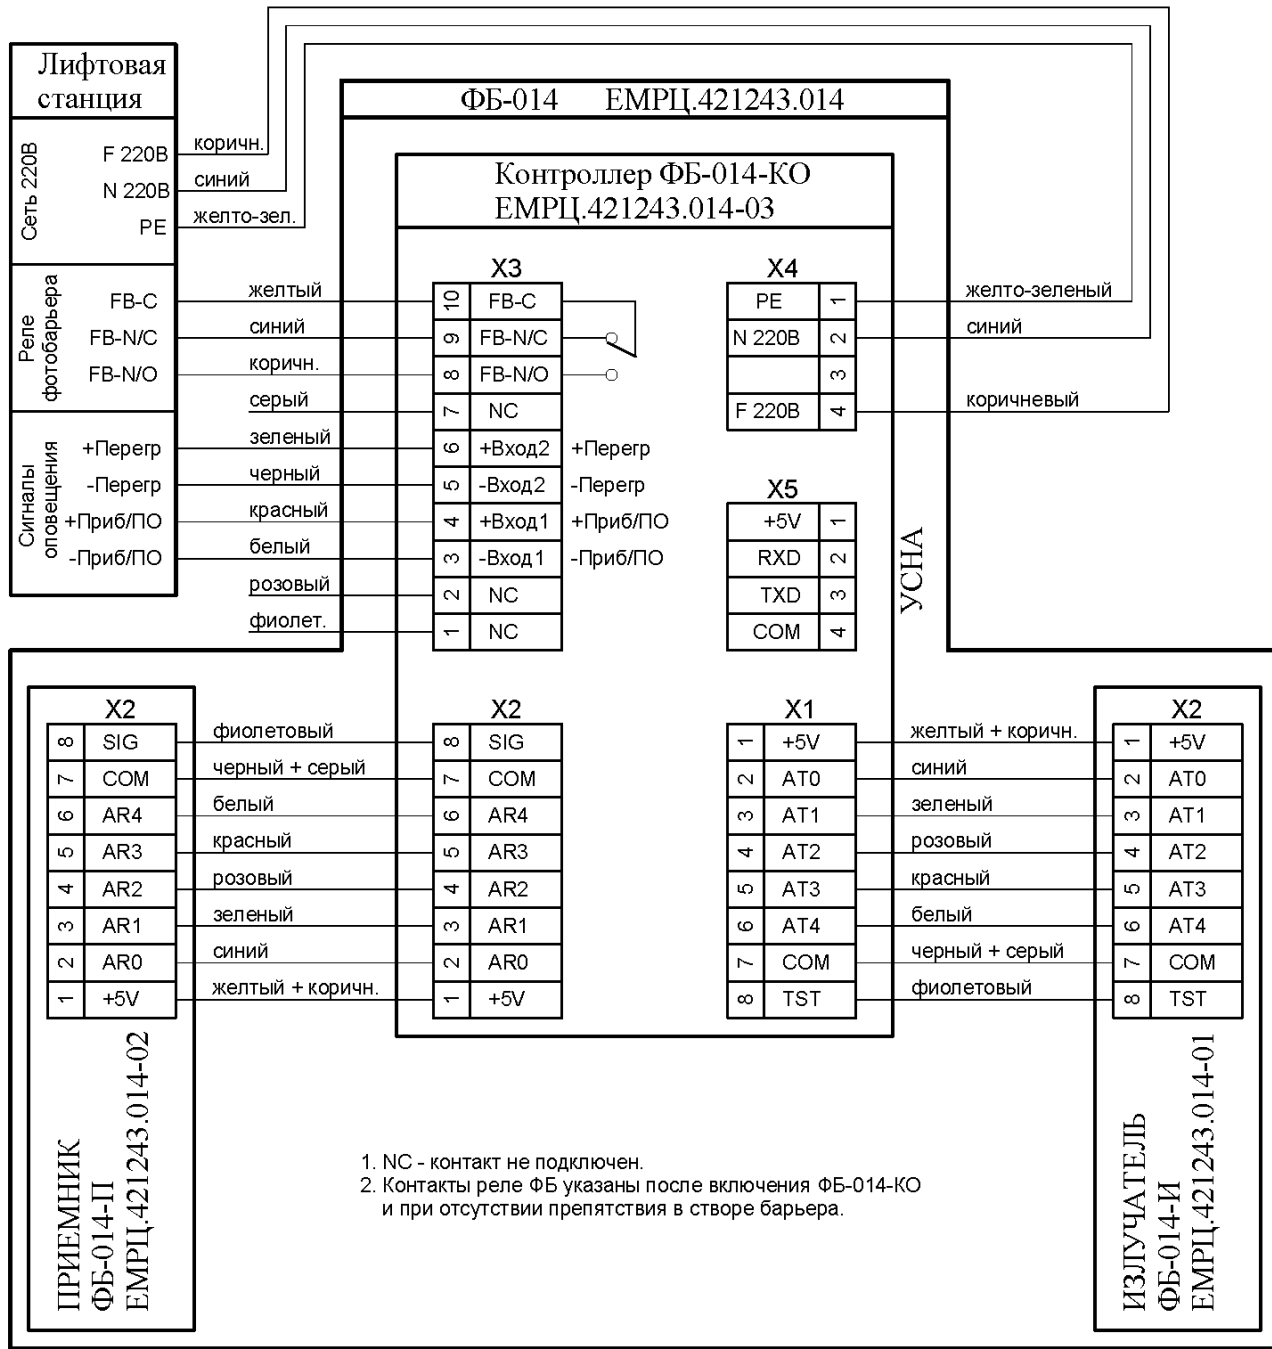
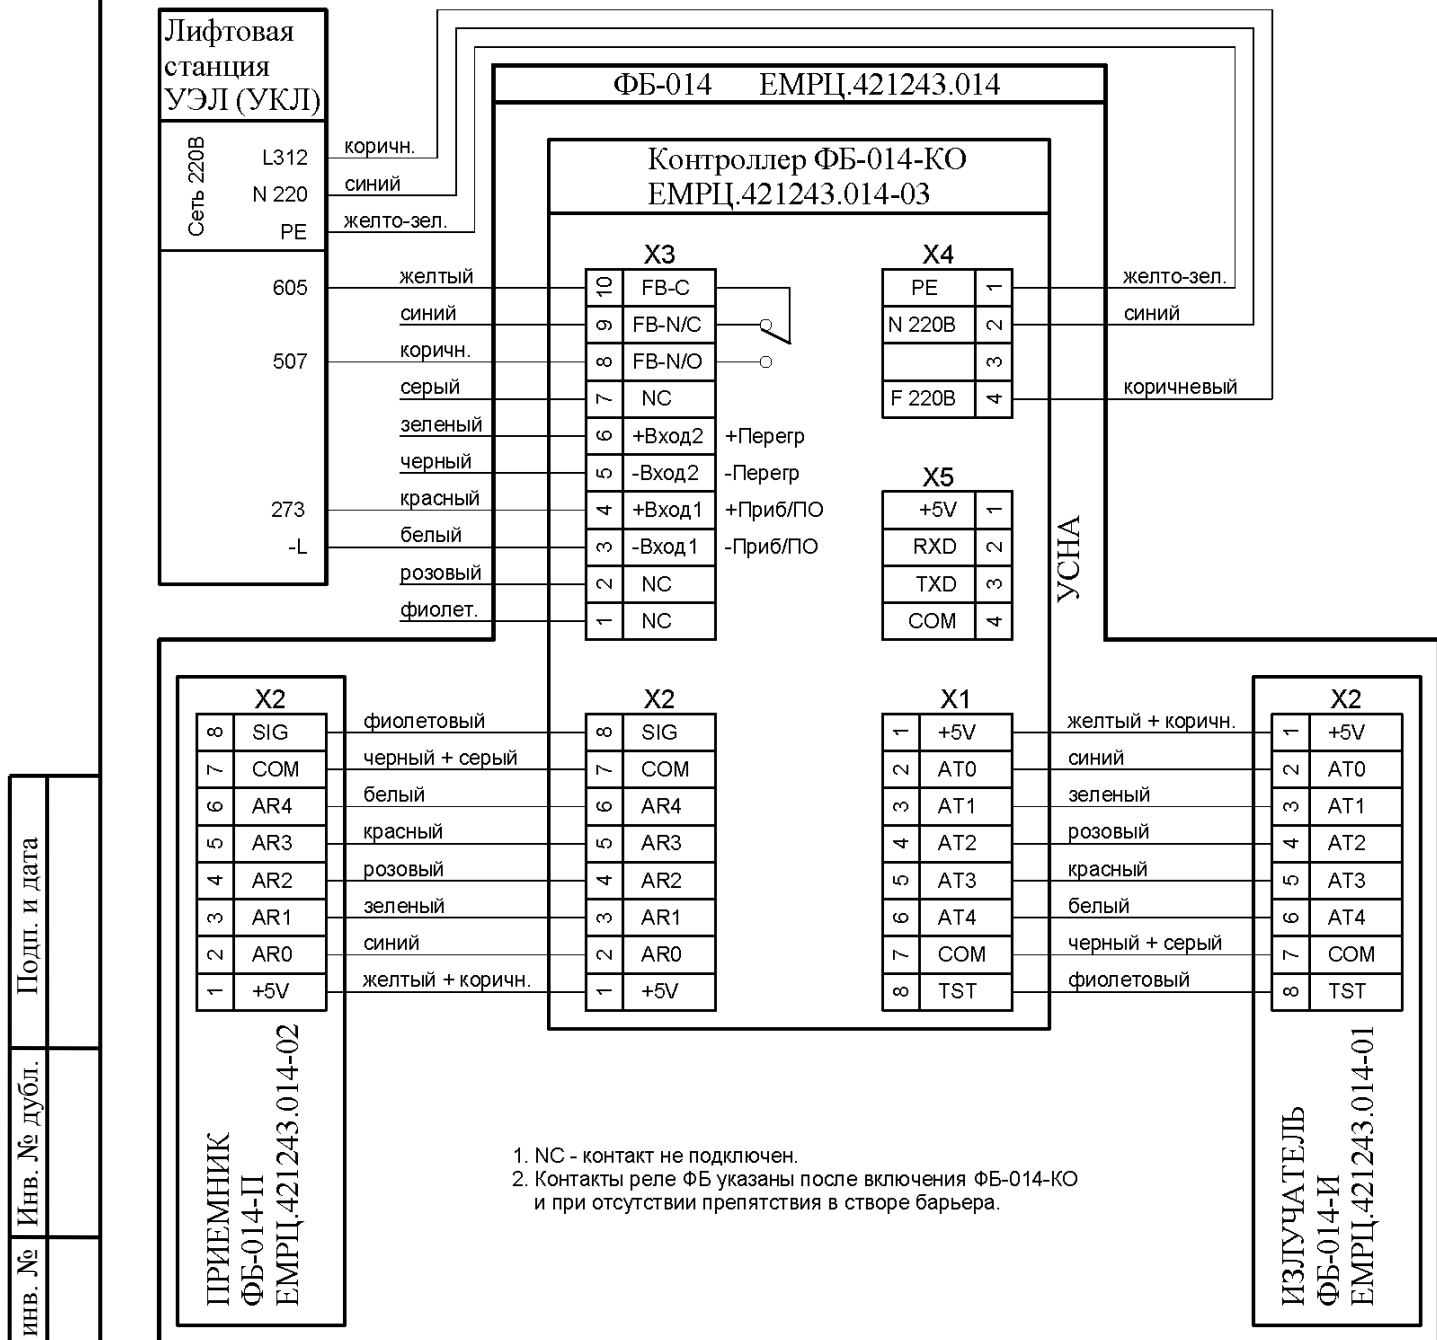
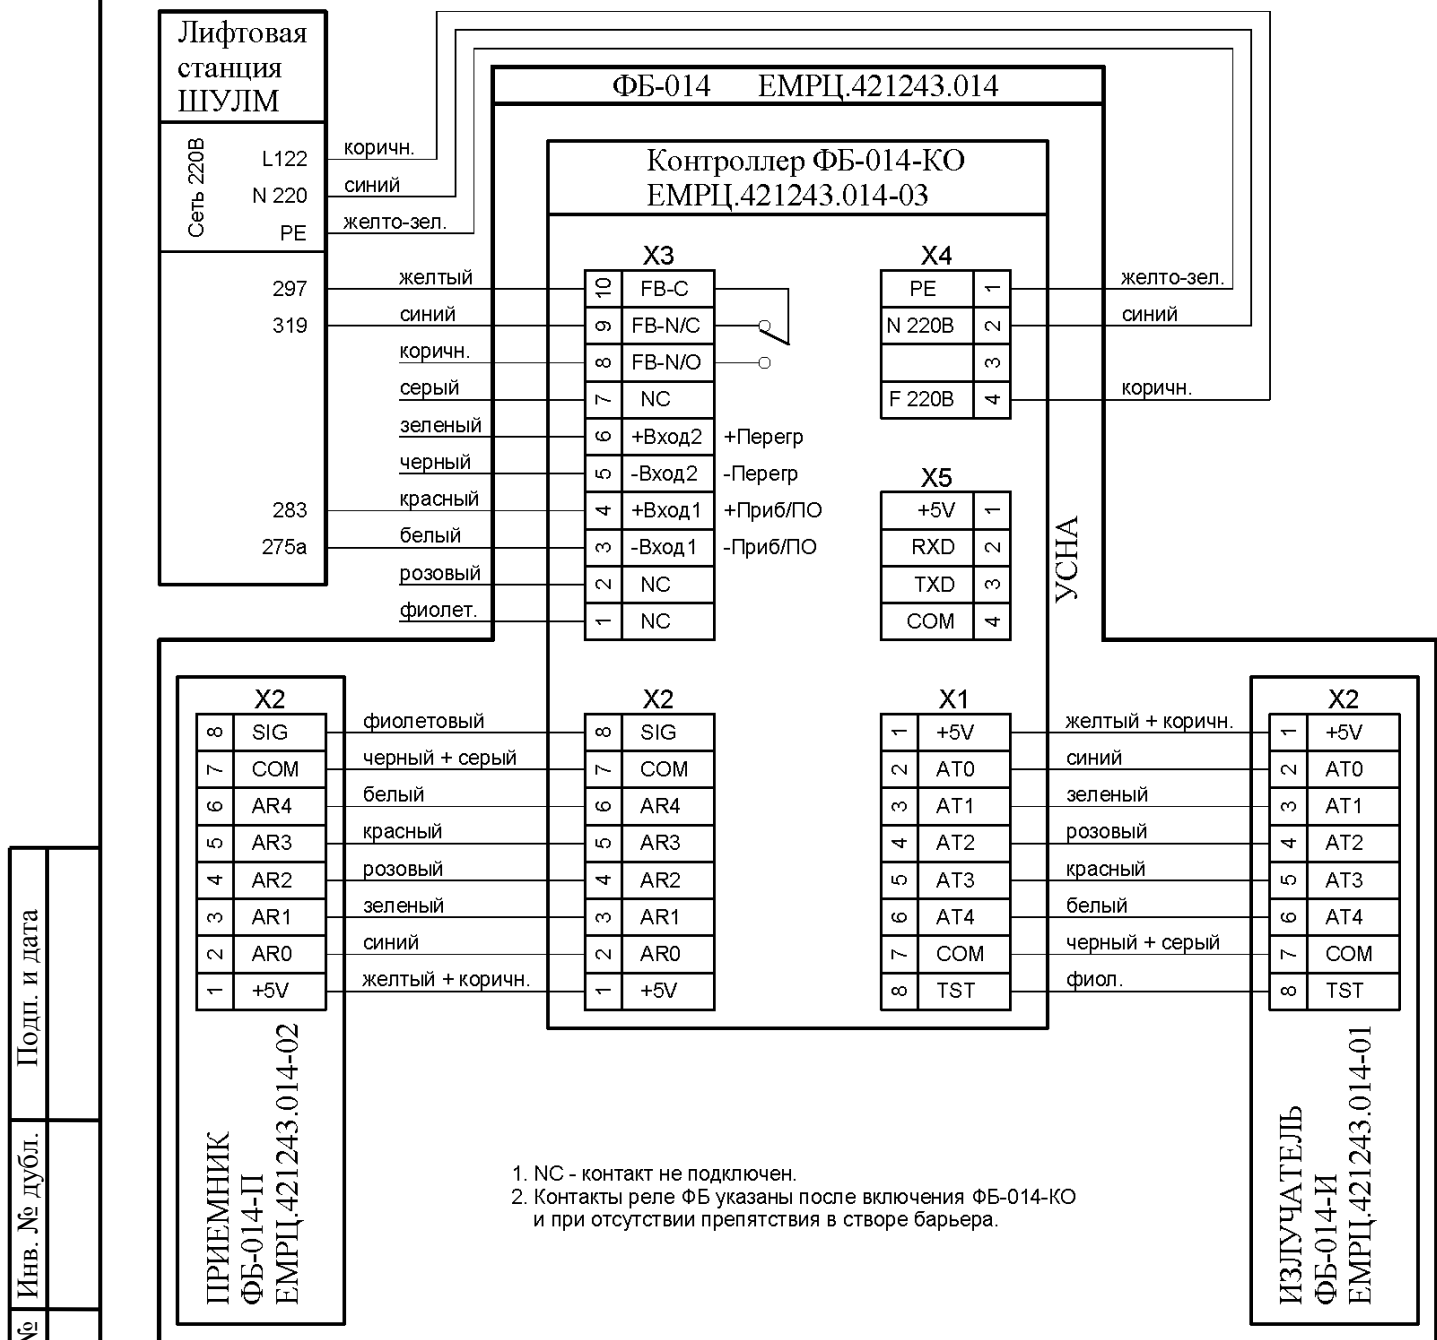

Рис.4. Общая схема подключения фотобарьера **ФБ-014** к любой лифтовой станции (на **рис.5, 6** – подключение к конкретным лифтовым станциям).
Рис.5. Схема подключения фотобарьера **ФБ-014** и станции УЭЛ (УКЛ).
Рис.6. Схема подключения фотобарьера ФБ-014 и станции ШУЛИМ.
Контроллер питается от однофазной сети $220\text{ В}^{+10\%}_{-15\%}$ с частотой 50 Гц $\pm 1\%$, *излучатель* и *приемник* фотобарьера питаются от *контроллера* и подключаются соответственно к разъемам **X1** и **X2** *контроллера* (рис.4,5,6).
- Нормально замкнутый **FB-N/C (ХЗ.9)** и нормально разомкнутый **FB-N/O (ХЗ.8)** контакты реле относительного общего контакта **FB-C (ХЗ.10)**, которые меняют полярность при обнаружении препятствия в створе фотобарьера. Данные контакты используются для подключения сигнала обнаружения препятствия в створе фотобарьера к лифтовой станции (**рис.4,5,6**).
На **рис.4** показана обобщенная схема подключения фотобарьера **ФБ-014** для всех лифтовых станций, на **рис.5** – схема подключения фотобарьера **ФБ-014** и станции УЭЛ (УКЛ), а на **рис.6** – схема подключения фотобарьера **ФБ-014** и станции ШУЛМ.